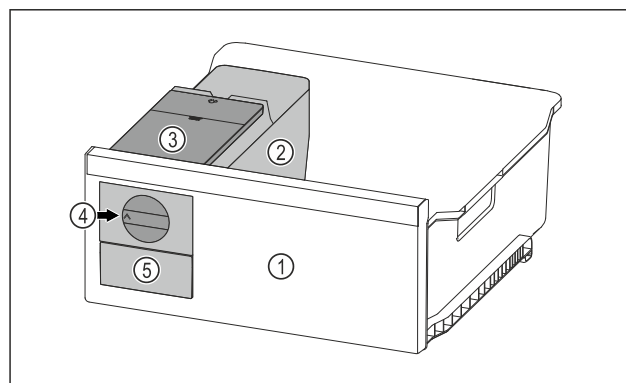

Fig. 66 Príklad zobrazenia
- Otočný gombík Fig. 66 (4) otočte v smere hodinových ručičiek až na doraz.
- Kocky ľadu vypadávajú z misky na kocky ľadu do zásuvky na kocky ľadu Fig. 66 (5).